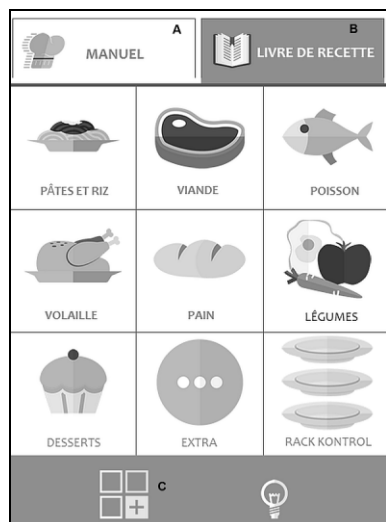

Fig. 9
2. Sélectionner le programme dans « Cuisson manuelle » A (Fig. 9) ou dans la liste du « Livre de recettes » B (Fig. 9).
Une pression sur le champ de commande C (Fig. 9) donne l'accès au menu « Fonctions » (p.ex. créer, importer et exporter les programmes de cuisson, les fonctions Rack Control, Easy Service, etc.) et aux paramètres de système de l'appareil.